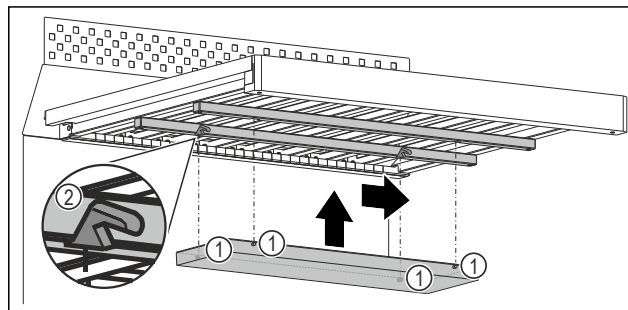

Fig. 94 Représentation à titre d'exemple
- Insérer chaque tenon Fig. 94 (1) dans l'évidement Fig. 94 (2) correspondant des baguettes situées sous la grille en bois.